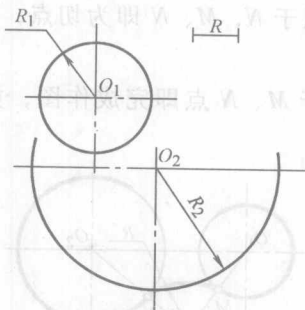

图 1-16 两圆弧间圆弧混合连接步骤一
1) 已知连接圆弧的半径为  $R$ , 将此圆弧外切于圆心为  $O_1$ 、半径为  $R_1$  的圆; 同时又内切于圆心为  $O_2$ 、半径为  $R_2$  的圆, 如图 1-16 所示。